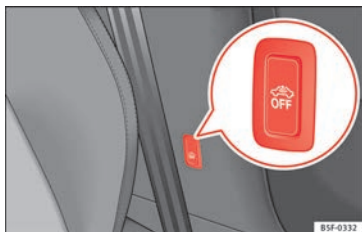

Fig. 130 Tecla de vigilancia del habitáculo/de la protección antirremolcado.
- Para desconectar la vigilancia del habitáculo y la protección antirremolcado, apague el contacto y pulse la tecla » **fig. 130**. El testigo de la tecla se ilumina.